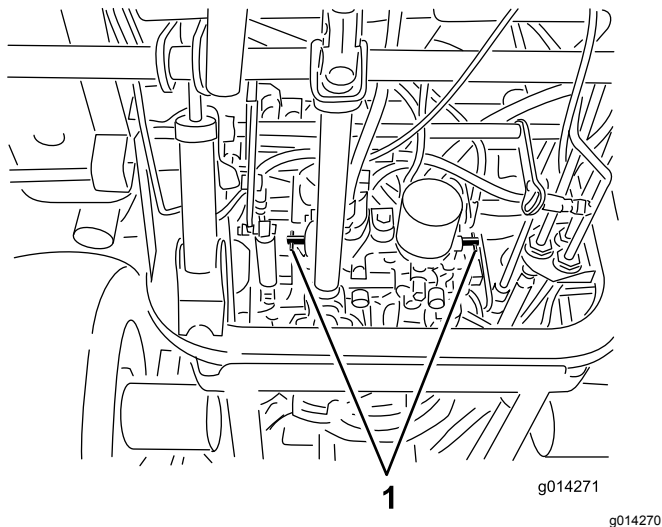

図 49
2. 図 49に示すように、バルブを  $8\text{N}\cdot\text{m}$   $0.8\text{kg}\cdot\text{m} = 71\text{in}\cdot\text{lb}$  にトルク締めする。